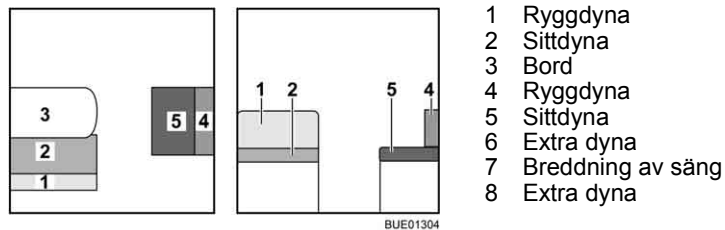

Bild 121 Före ombyggnaden
- Bygg om bordet (Bild 121,3) till sängbotten (se avsnitt 6.10).
- Tag bort ryggdynan (Bild 121,1) och lägg den åt sidan.